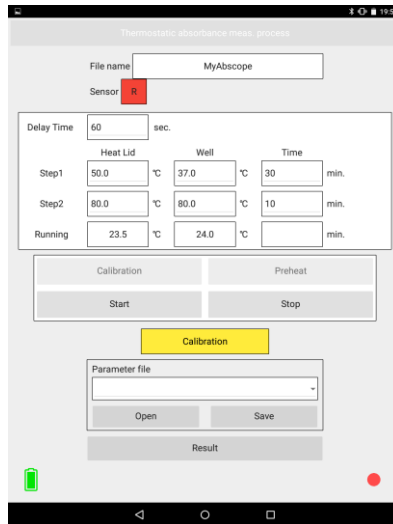

図 4-12：光量キャリブレーション中画面
- (12) 図 4-7④の光量キャリブレーション開始ボタン「START」をタップすると、光量キャリブレーションが開始され、“Calibration”表示されます（図 4-12）。（Calibration 中は装置本体の電源ボタン横の動作表示灯が青点滅、タブレット画面右下の緑●が赤●に変わります。光量キャリブレーションには 3 分程度時間がかかります。）